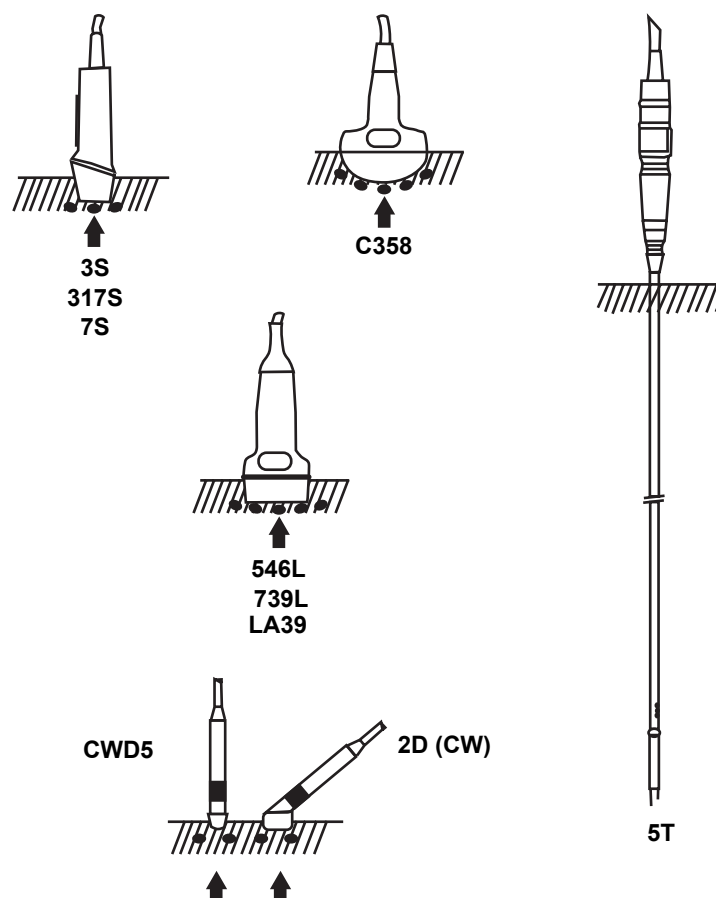

Abbildung 13-9: Eintauchtiefe der Schallköpfe
Warnung: Achten Sie beim Reinigen des Schallkopfes darauf, dass er nur so weit eingetaucht wird, wie in Abbildung 13-9 gezeigt.
2. Waschen Sie den Schallkopf mit einem milden Reinigungsmittel und lauwarmem Wasser. Tauchen Sie ihn dabei nur so tief ein, wie in Abbildung 13-9 gezeigt.
- Tauchen Sie den Schallkopf **KEINESFALLS** tiefer in eine Flüssigkeit ein, als auf Abbildung 13-9 gezeigt. Der Schallkopfanschlussstecker oder die Adapter dürfen niemals in Flüssigkeit eingetaucht werden.
- Beachten Sie die in Abbildung 13-9 *gezeigten Eintauchtiefen*.